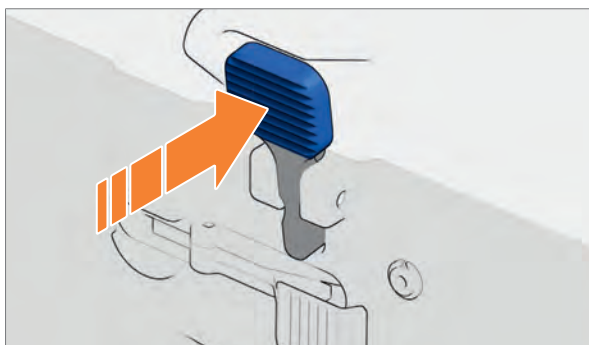
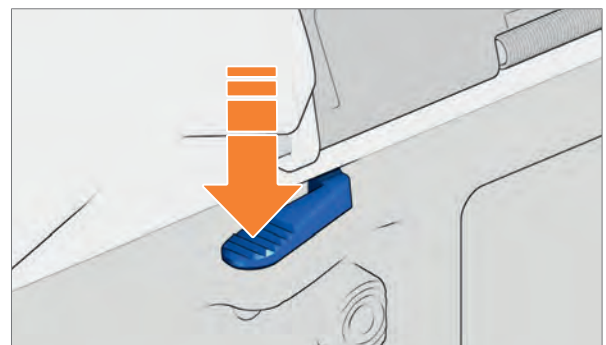

Abb. 20: Verschlussfanghebel links drücken
Abb. 21: Verschlussfanghebel rechts drücken
2. Verschlussfanghebel drücken (Abb. 20), (Abb. 21). Der Verschluss schnellt nach vorne.